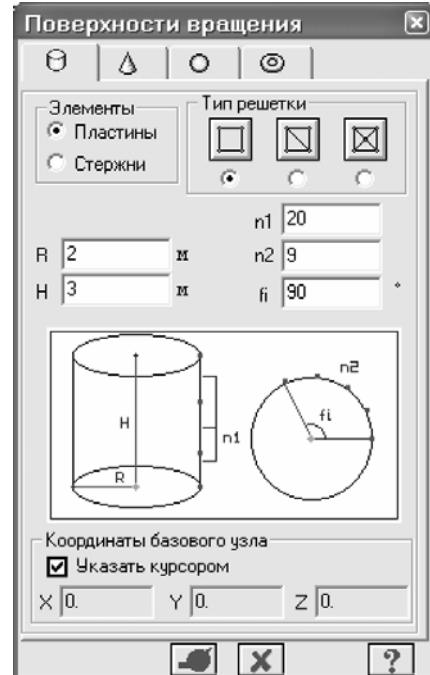

Рис.6.2. Диалоговое окно **Поверхности вращения**
- С помощью пункта меню **Схема ⇒ Создание ⇒ Поверхности вращения** (кнопка на панели инструментов) вызовите диалоговое окно **Поверхности вращения** (рис.6.2).